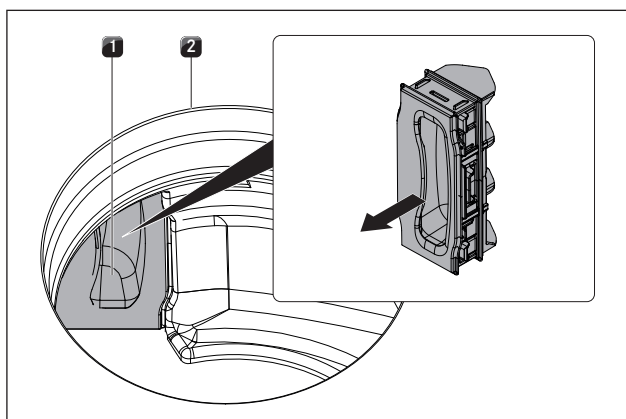

Fig. 8.4 Retrait du clapet de changement de filtre
- ▶ À l'intérieur de l'ouverture d'aspiration, retirez le clapet de changement de filtre du boîtier (Retrait du clapet de changement de filtre voir fig. 8.4).